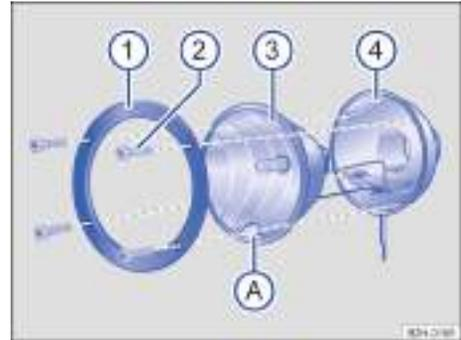
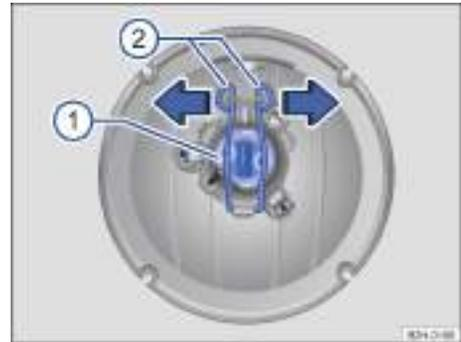

Fig. 156 Faro adicional en el techo del vehículo: desmontar el cristal.
Fig. 157 Faro adicional en el techo del vehículo: cambiar la lámpara.
→ fig. 156 y → fig. 157
- ① Tenga en cuenta y siga la lista de comprobación → página 201.
- ② Suelte los tornillos con la llave de las herramientas de a bordo → fig. 156 ②.
- ③ Retire el anillo de sujeción → fig. 156 ① de la carcasa del reflector ③.
- ④ Extraiga con cuidado la carcasa del reflector → fig. 156 ③ de la carcasa del faro ④.
- ⑤ Extraiga el cable del portalámparas.
- ⑥ Presione los bloqueos hacia abajo y desengánchelos en el sentido de las flechas → fig. 157 ②.
- ⑦ Extraiga el portalámparas de la carcasa del reflector → fig. 157 ①.
- ⑧ Sustituya la lámpara averiada por otra nueva del mismo tipo.
- ⑨ Coloque de nuevo el portalámparas.
- ⑩ Presione los bloqueos hacia abajo y engánchelos en el sentido contrario al de las flechas → fig. 157 ②.
- ⑪ Introduzca el cable en el portalámparas.
- ⑫ Coloque la carcasa del reflector → fig. 156 ③ en la carcasa del faro ④. La marca A ① deberá mirar hacia abajo → ①.
- ⑬ Coloque el anillo de sujeción en la carcasa del reflector → fig. 156 ①.
- ⑭ Enrosque y apriete los tornillos con la llave → fig. 156 ②.
Monte siempre la carcasa del reflector con la marca → fig. 156 A ① hacia abajo. De lo contrario, la humedad no podrá salir de la carcasa del reflector y podría dañar el faro. <